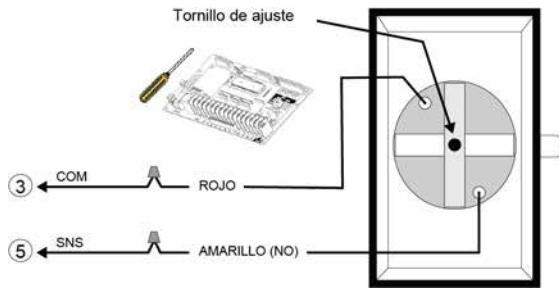
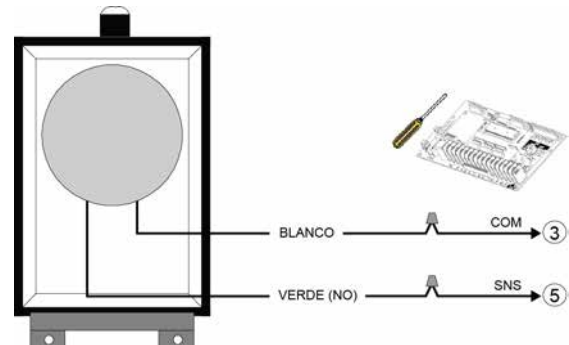

Figura 38 - AIRSWITCH 001 / 007
Figura 39 - AIRSWITCH 009 / 018
3. Utilizar un cable en espiral o carrete de recogida para conectar el interruptor de aire a los terminales del operador. Instalar los cables eléctricos de acuerdo con la Figura 38 o la Figura 39.